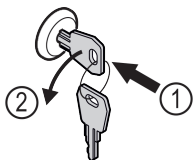

Fig. 207
- ▶ Πιέστε μέσα το κλειδί. Fig. 207 (1)
- ▶ Περιστρέψτε το κλειδί 90° αριστερόστροφα. Fig. 207 (2)